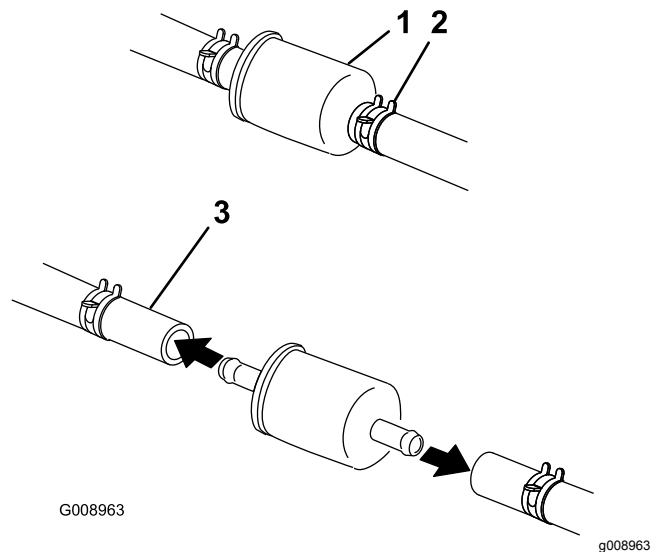

Figure 58
5. Pincez les extrémités des colliers et éloignez les colliers du filtre (Figure 58).
7. Posez un filtre neuf et rapprochez les colliers de fixation du filtre (Figure 58).